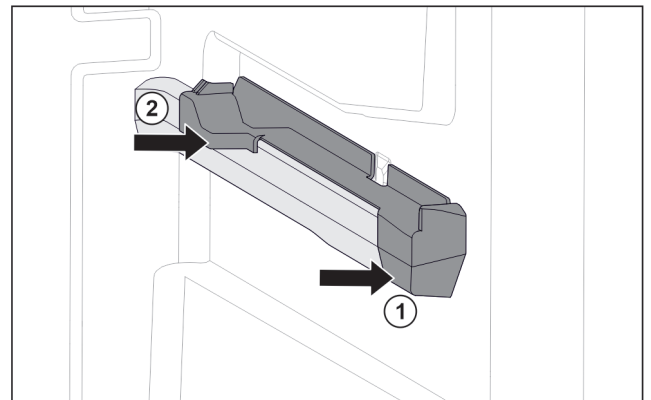

Fig. 103 Aufsteckteil auf der rechten Behälterrippe
- Aufsteckteil vorne an Behälterrippe ansetzen. Fig. 103 (1)
- Aufsteckteil hinten andrücken. Fig. 103 (2)